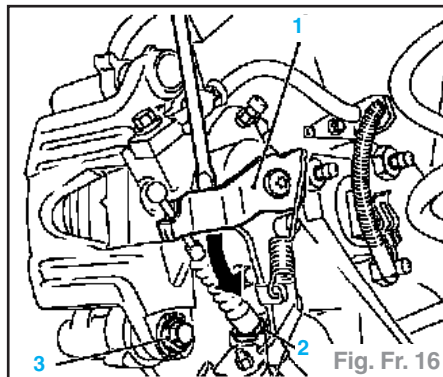

Fig. Fr. 16
- Presser vers le bas le câble de frein sur l'étrier (1) à l'aide d'un tournevis dans la direction indiquée par la flèche et décrocher le câble, déposer l'agrafe (2) et retirer le câble de son support. Déposer les vis (3) avec sa tôle de guidage (Fig. Fr. 16).